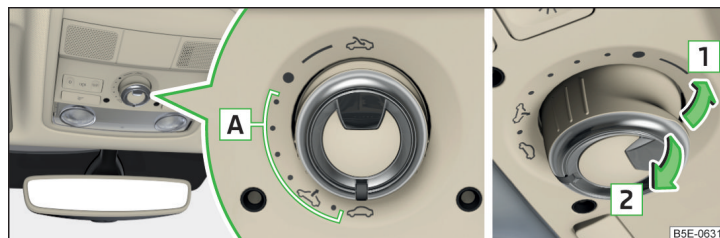

Fig. 63 Manejo del techo corredizo/elevable
Manejo del techo corredizo/elevable » fig. 63
Si se cierra el techo corredizo/elevable tirando el interruptor en el rebaje en el sentido de la flecha **2** » fig. 63 de la pág. 73 y el proceso de cierre es interrumpido por un obstáculo, entonces en el tercer intento de cierre se coloca el límite de fuerza de funcionamiento (cuando se sobrepasa el periodo de 5 segundos entre cada intento de cierre). El techo corredizo/elevable cierra con toda la fuerza. ¡Existe peligro de lesiones!
- Conectar el encendido y colocar el interruptor en la posición  » fig. 63 de la pág. 73.